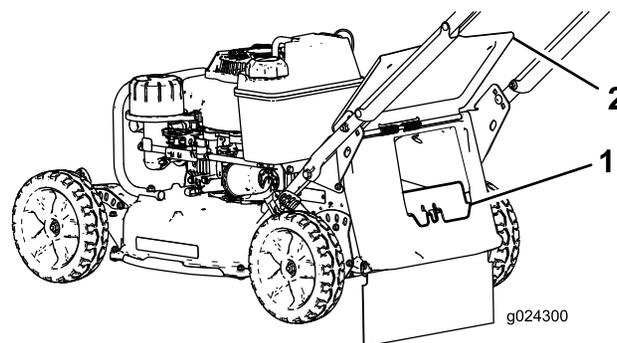

Bild 16
setzen sie in den Heckauswurfkanal ein, bis der Riegel einrastet (Bild 16).
3. Drücken Sie zum Entfernen der Heckauswurfklappe mit dem Daumen auf den Riegel und ziehen die Klappe aus der Maschine (Bild 16).